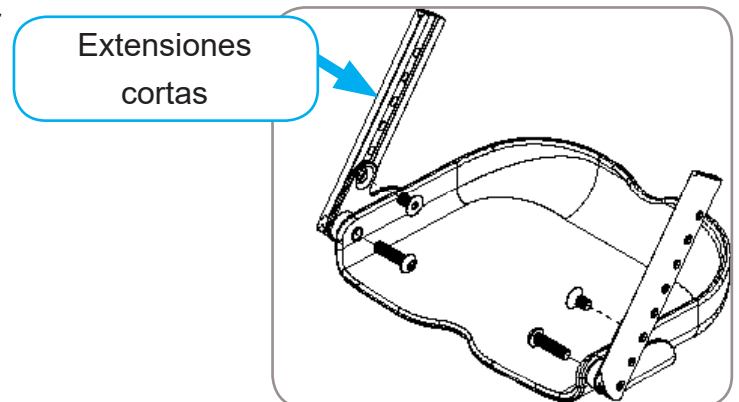

Figura 18
1. Retire los pernos como se describe en la sección anterior. Referencia figura 18.